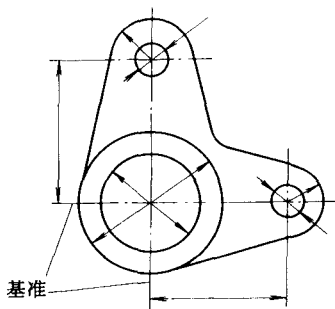

图 1-12 以两条中心线为基准
(2) 以两条中心线为基准 如图 1-12 所示,该零件具有一定的对称性。零件上两个方向的尺寸都是以两条中心线为基准划出的,这两条中心线即可作为两个方向的划线基准。